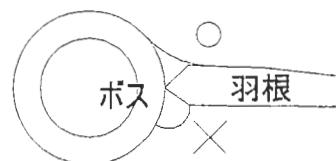

Fig. 3.4 溶接の良し悪し
5. 左右裏表交互に 2 点ずつ点溶接をした後、Fig. 3.4 のように R がつくように本溶接をする。